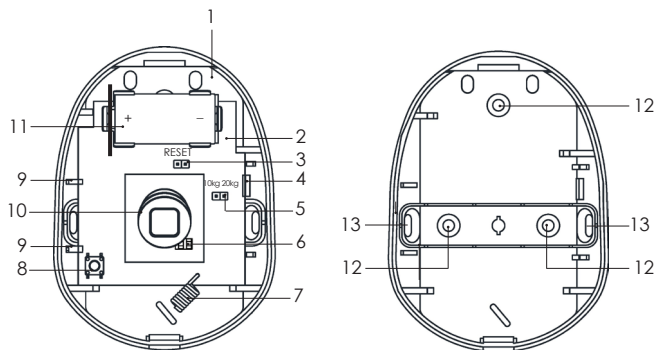

Рисунок 2
- извлеките печатную плату (рис.2, поз.2), отжав удерживающий ее фиксатор (рис.2, поз.4);
- просверлите в основании корпуса отверстия (рис. 2 б), которые будут использоваться для крепления датчика;
Если в помещении возможно присутствие домашних животных весом от 10 до 40 кг снимите перемычку «10 кг» (рис.2, поз.5). Также рекомендуется снимать перемычку «10 кг» в помещениях с повышенной помеховой обстановкой.